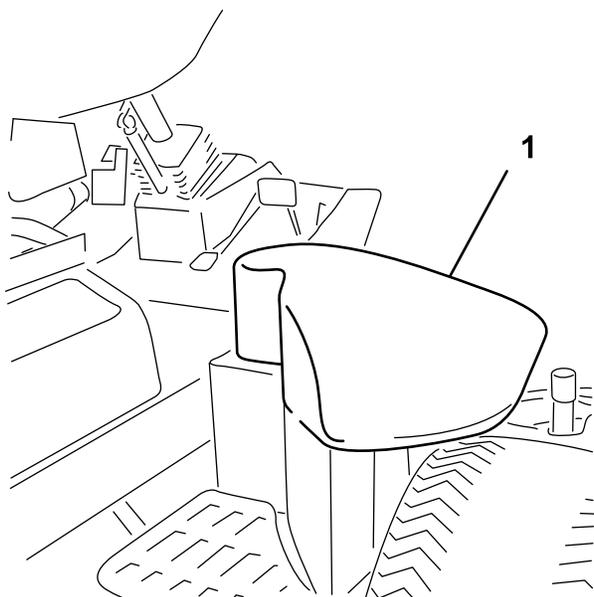

Figura 36
2. Alzate il coperchio del serbatoio idraulico, sul lato destro della macchina (Figura 36).